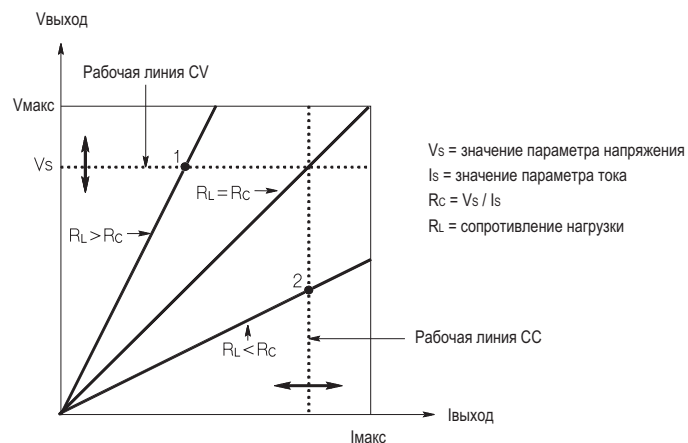

Рисунок 6-5 Выходные характеристики
**Рисунок 6-5** отображает рабочие режимы выхода источника питания. Рабочая точка будет находиться выше или ниже линии  $R_L = R_C$ . Эта линия представляет нагрузку, при которой выходное напряжение и выходной ток соответствуют настройкам напряжения и тока. Когда  $R_L$  нагрузки больше  $R_C$ , выходное напряжение будет иметь высший приоритет, поскольку ток будет менее настройки тока. Источник питания будет находиться в так называемом режиме постоянства напряжения. Нагрузка в точке 1 имеет относительно высокое значение сопротивление (по сравнению со значением  $R_C$ ), выходное напряжение соответствует настройке напряжения, а выходной ток меньше настройки тока. В этом случае источник питания находится в режиме постоянства напряжения, а настройка тока работает как ограничитель тока.